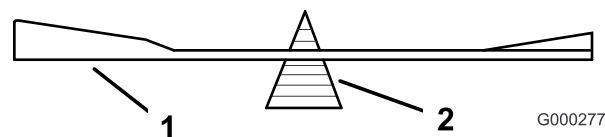
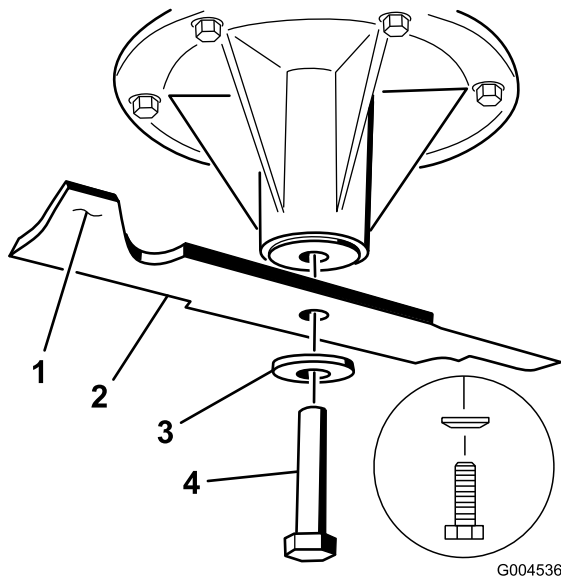

Figura 57
Figura 58
2. Retire del eje el perno de la cuchilla, la arandela de muelle y la cuchilla (Figura 58).
2. Verifique el equilibrio de la cuchilla colocándola sobre un equilibrador de cuchillas (Figura 57). Si la cuchilla se mantiene horizontal, está equilibrada y puede utilizarse. Si la cuchilla no está equilibrada, rebaje algo el metal en la parte de la vela solamente (Figura 58). Repita este procedimiento hasta que la cuchilla esté equilibrada.
1. Instale la cuchilla en el eje (Figura 58).
2. Instale la arandela de muelle y el perno de la cuchilla. El cono de la arandela de muelle debe estar orientado hacia la cabeza del perno (Figura 58). Apriete el perno de la cuchilla a 115-150 Nm.